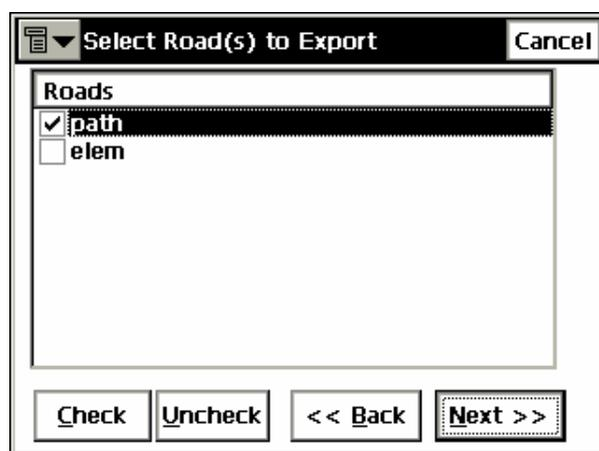

Рисунок 5-17. Выберите трассу (трассы) на экспорт
- Если в выпадающем меню *Points (Точки)* был выбран способ сортировки точек *All (Все)* или *None (Нет)* и отмечено поле *Roads (Трассы)* (т.е. вместе с точками экспортируются трассы), появится окно **Select Roads to Export (Выберите трассу (трассы) на экспорт)**. В этом окне выберите (доступные) трассы, которые Вы хотите экспортировать (рис. 5-17).